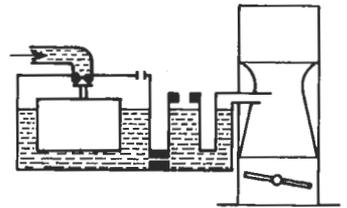

Fig. 16.10. Principe de la mise en dérivation.
b) Mise en dérivation (fig. 16.10) : le **gicleur principal** est placé **en amont** d'un **circuit d'air** comportant **deux chambres**, l'une soumise à la **pression atmosphérique** et l'autre placée dans la chambre de carburation et soumis aux **variations de pression**.